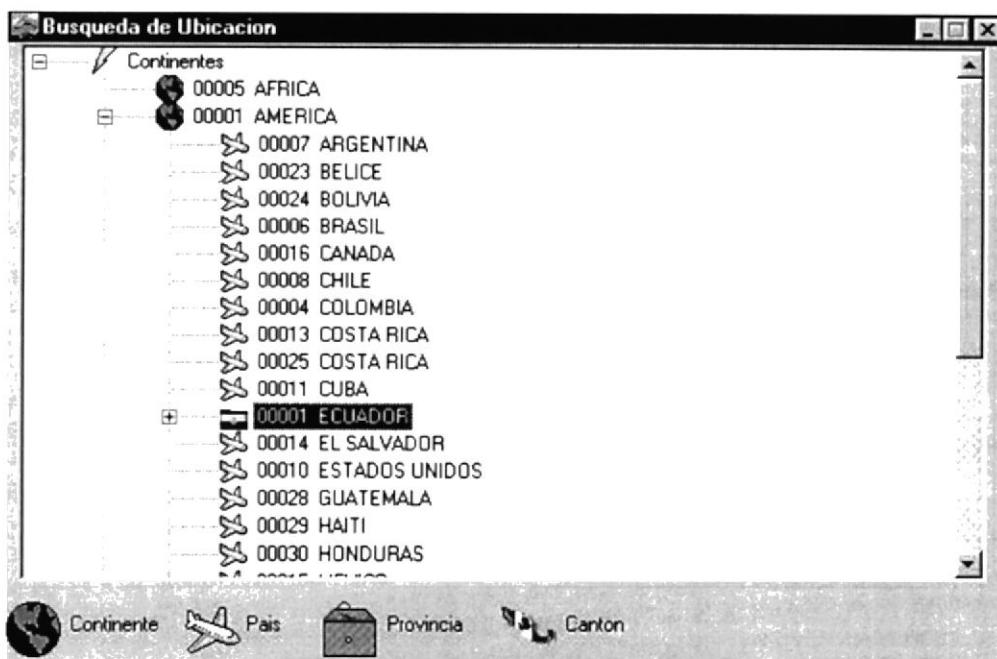

Figura 13.8 Pantalla Búsqueda de País
2. En el lado izquierdo del Continente seleccionado aparecerá el signo que indica que ese Continente por lo menos tiene un País. De click en el signo para desplegar y visualizar los Países correspondientes a ese Continente (ver figura 13.8).